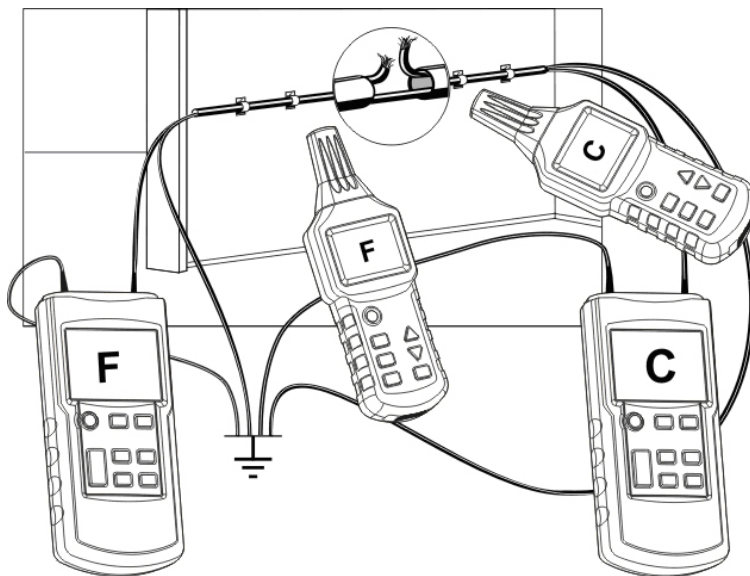

Fig.12
- Occorre collegare alla terra tutte le linee non utilizzate (secondo la Fig.12).
- Collegate i due emettitori secondo la Fig.12.
Se gli emettitori sono collegati secondo la Fig.12, il ricevitore indicherà C sul lato sinistro dell'interruzione della linea. Se il ricevitore va oltre il punto d'interruzione verso la destra, visualizzerà F. Se il ricevitore è posto direttamente al di sopra dell'interruzione, nessun codice di linea si visualizzerà a causa della sovrapposizione dei segnali dei due emettitori.